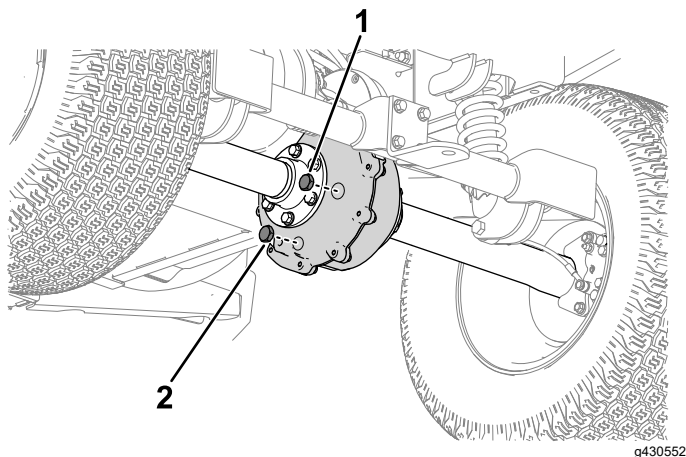

Figura 47
1. Coloque un recipiente debajo del tapón de vaciado del transeje (Figura 47).
2. Retire el tapón de llenado (Figura 47).